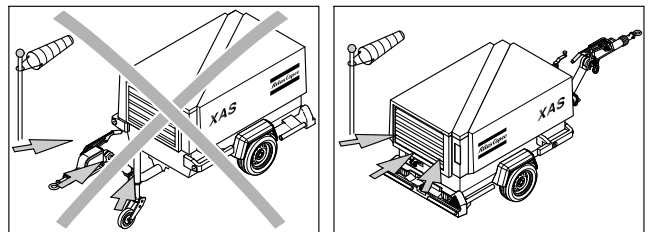

Fig. 3.4 Kompressorens bagende op mod vinden
Når kompressoren parkeres, sikres støtte (1) eller næsehjul (2), så kompressoren understøttes i vandret position. Kontroller, at næsehjulet (2) er blokeret ved hjælp af låsetappen (6). Træk parkeringsbremsen (3). Kompressoren skal så vidt muligt stå vandret; den kan dog bruges, selvom den ikke står helt vandret, men positionen må ikke være mere end 15° ude af vater. Hvis kompressoren parkeres på en hældning, skal der lægges klodser (kan fås som ekstraudstyr) foran eller bag hjulene. Sæt kompressoren mod vinden (se fig. 3.4), ikke hvor der er vindstrømme og ikke ved en mur. Undgå at motorens udstødning vender tilbage til indsugningen. Det kan forårsage overophedning, så motorens effekt reduceres.